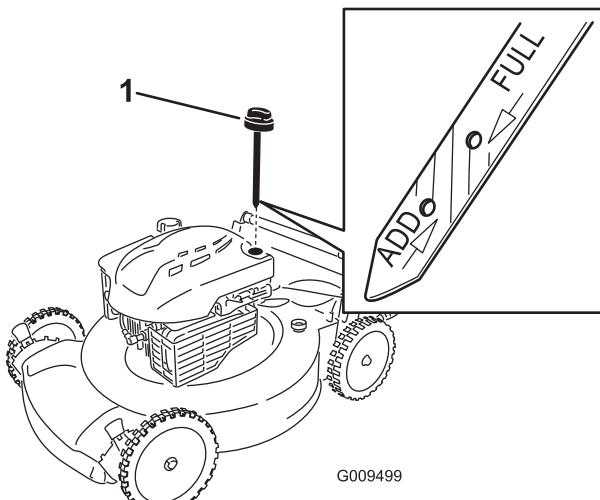

Bild 9
- Ziehen Sie den Peilstab (Bild 9) heraus.
5. Nehmen Sie den Peilstab heraus und lesen Sie den Ölstand am Peilstab ab, siehe Bild 9.